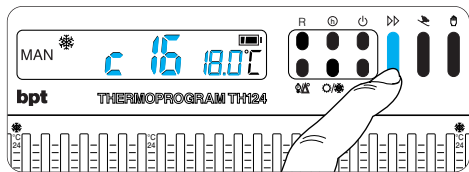

Fig. 37
**11.2** - Premere il pulsante **▶▶** (fig. 37) per visualiz-